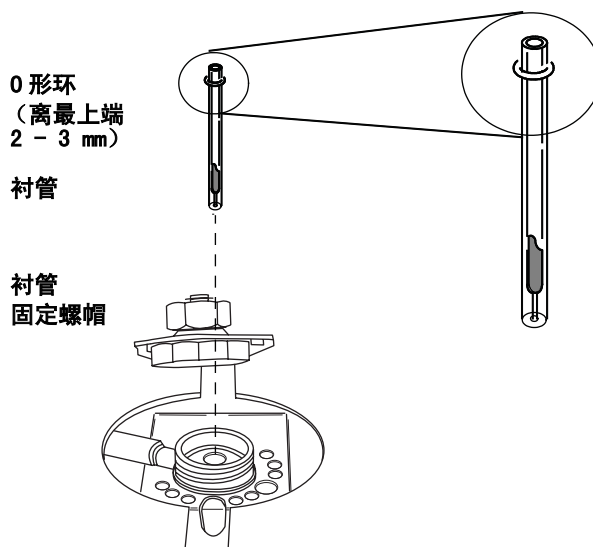

图 66 安装衬管
- 7 把衬管固定螺帽放回原处，用预备好的扳手拧紧它（见图 66）。不要拧得太紧。